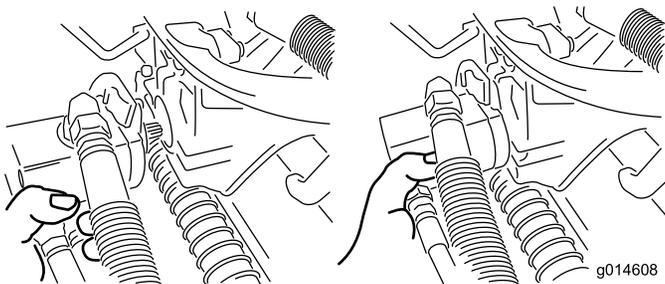

Рисунок 37
3. Переместите электродвигатель на место хранения на передней стороне рычага подвески (Рисунок 37).